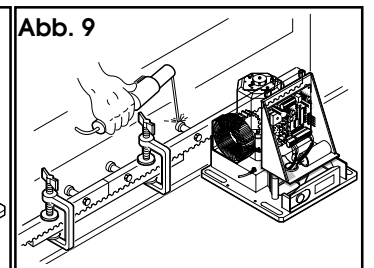

Abb. 9
8) Ein weiteres Zahnstangenelement an das zuletzt befestigte Element ansetzen, wobei ein Zahnstangenabschnitt von ca. 150 mm für die richtige Verzahnungsfolge der beiden Elemente zu verwenden ist (Abb. 9).
9) Das Tor von Hand in Schließrichtung bewegen, bis das Ritzel das dritte Distanzstück des Zahnstangenelements überfahren hat (Abb. 9).
10) Die drei Distanzstücke des Elementes anschweißen (Abb. 9).